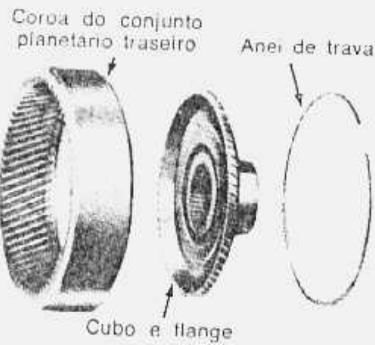

fig. 88 — coroa e cubo do conjunto planetário traseiro
2. Separar o cubo da coroa (fig. 88).